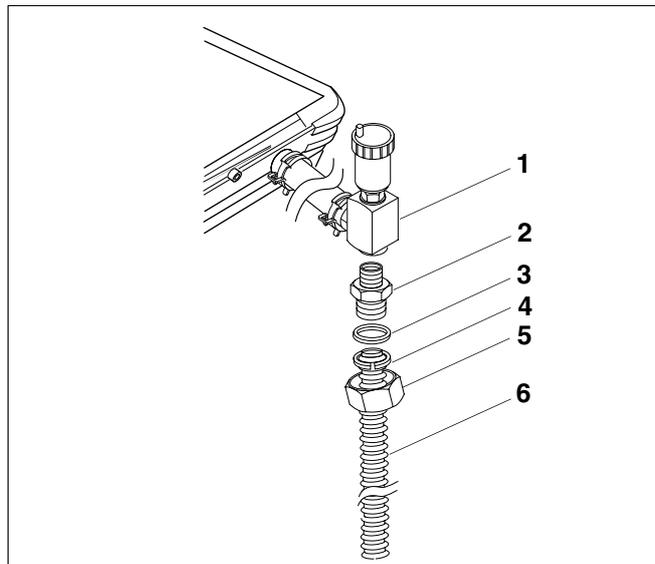

Fig. 3 Montage du flexible en inox sur le départ
- Vissez l'embout de réduction R $\frac{3}{4}$ × R1 (fig. 3, **pos. 2**) dans le pot de purge avec purgeur (fig. 3, **pos. 1**).
- Mettez le joint en place (fig. 3, **pos. 3**) selon le graphique.
- Vissez l'écrou-raccord pré-monté sur le flexible en inox (fig. 3, **pos. 6**) Rp1 (fig. 3, **pos. 5**) sur l'embout de réduction R $\frac{3}{4}$ × R1 (fig. 3, **pos. 2**).